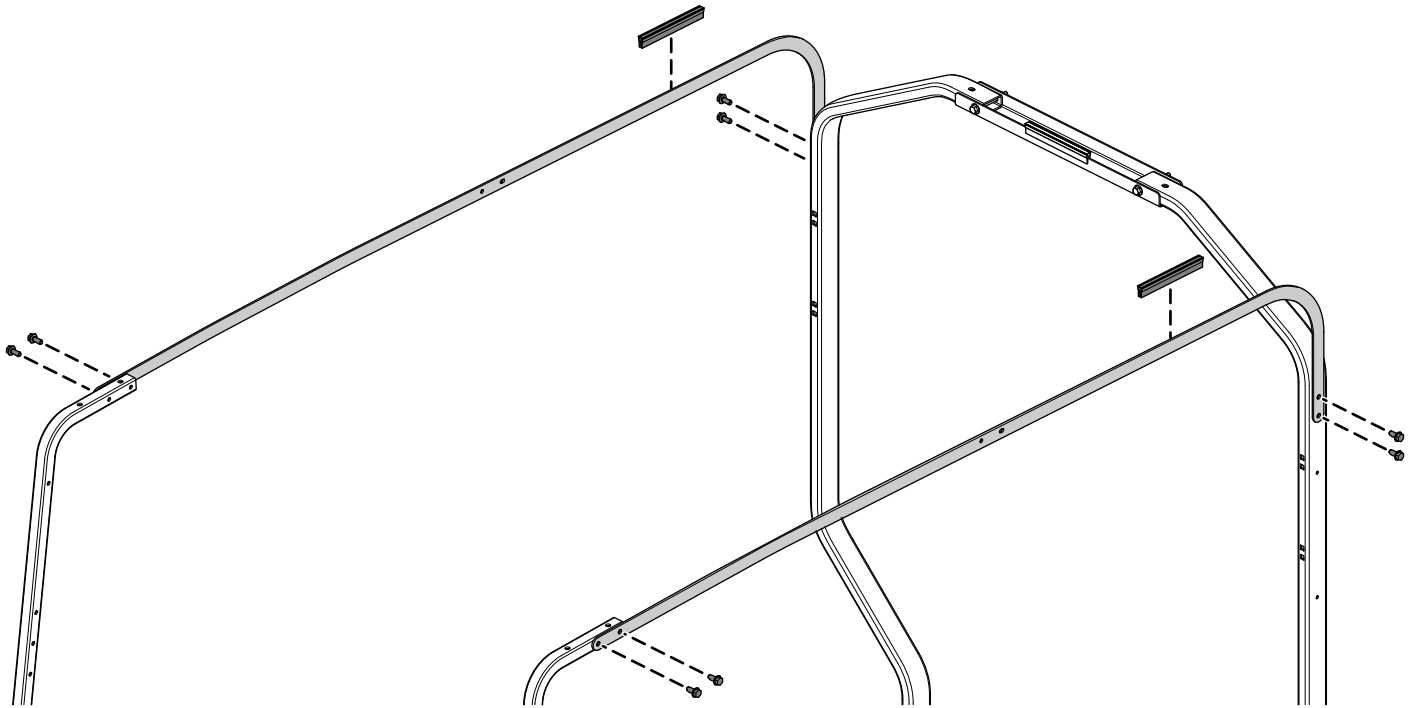

图14
1. 如图14所示用 8 个六角垫圈头螺栓5/16 x ¾ 英寸将 2 个长顶篷支撑托架固定至前、后安装管。
2. 将 2 个修整密封条安装至 2 长顶篷支撑托架图14。